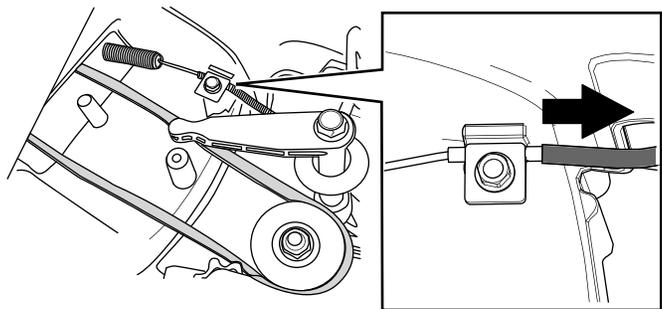

Figure 35
6. Tirez sur la gaine du câble jusqu'à ce qu'il n'y ait plus de mou (Figure 35).